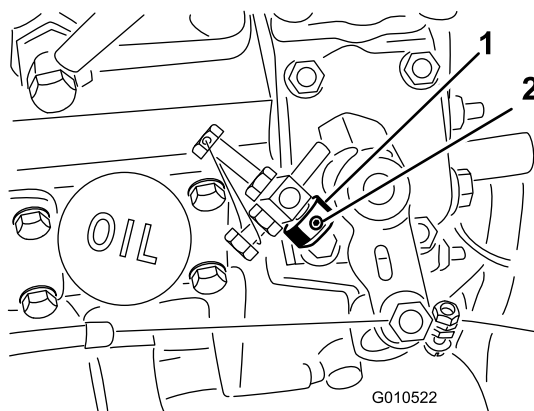

Рисунок 7
1. Ослабьте затяжку установочного болта на упоре дроссельной заслонки (Рисунок 7).
2. Сдвиньте упор дроссельной заслонки на винт упора высокой частоты холостого хода (Рисунок 7). Убедитесь, что скошенный конец упора дроссельной заслонки направлен наружу.